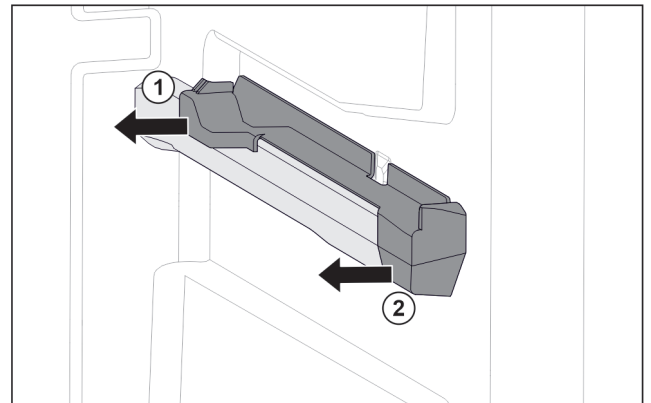

Fig. 121 Aufsteckteil auf der rechten Behälterrippe
- ▶ Aufsteckteil hinten zur Seite abziehen. Fig. 121 (1)
- ▶ Aufsteckteil vorne zur Seite abziehen. Fig. 121 (2)